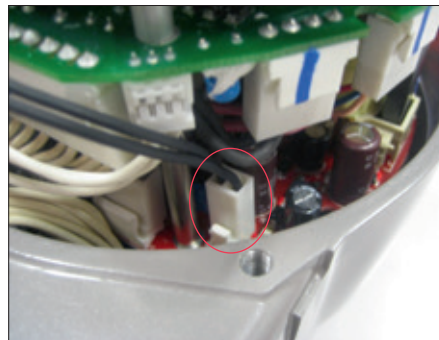

Abb. 37
- Schließen Sie das schwarze 2-polige Verbindungskabel der OM13-Karte an die Stromversorgungsplatine an (Abbildung 37).